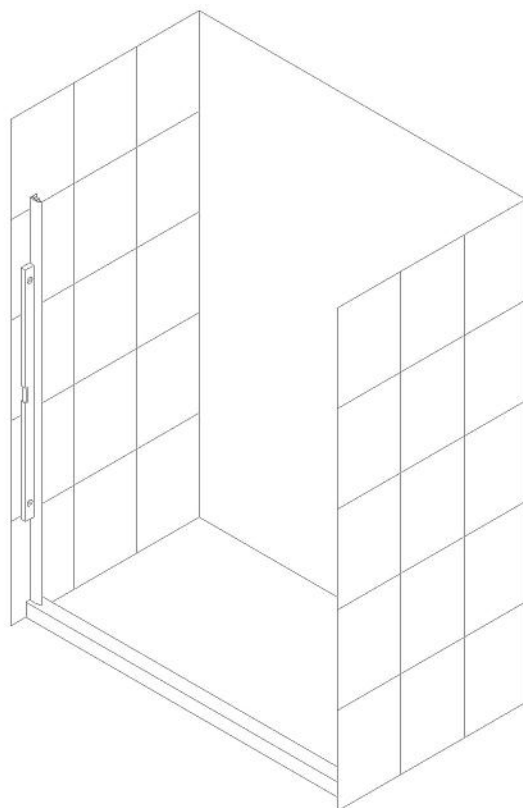

рис.1
1. Поместите **пристенный профиль (внешний) (01а)** к стене выше душевого поддона или ванны, закрепите вертикально. См. рис. 1.